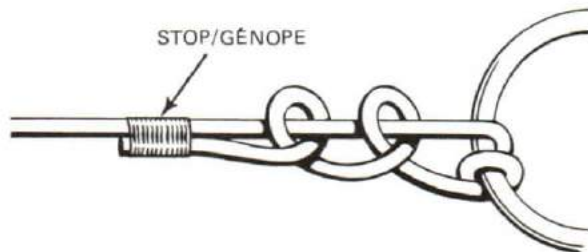

Figure 10-33
3. The Round Turn and Two Half Hitches is used to secure a rope to a large ring, such as the ring of a buoy, or to a spar. A full turn is taken round the ring to the right of the bight. The end is then passed up over the bight from right to left and half hitched round the bight twice. The end may be stopped if the hitch is to be left on for any length of time. See Figure 10-33.
3. Le tour mort et deux demi-clés sert à assujettir un cordage sur un anneau large, par exemple une bouée-couronne, ou sur un espar. On prend un tour mort autour de l'anneau sur la droite du double; puis, on passe l'extrémité sur le double de droite à gauche et on fait deux demi-clés autour du double. L'extrémité peut être génopée si la clé doit être laissée en place pendant quelque temps (voir la figure 10-33).